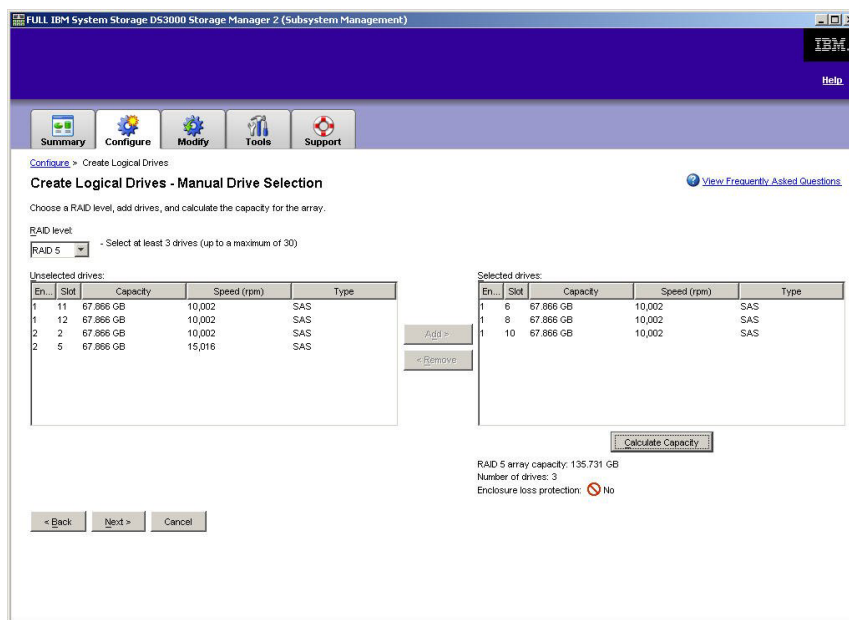

图 14. Manual Drive Selection 区域
8. 显示 **Manual Drive Selection** 区域时，如第 82 页的图 14 所示，选择 RAID 级别。从 **Unselected drives** 区域中选择驱动器，然后单击 **Add** 将它们移至 **Selected drives** 区域中。在 **Selected drives** 区域中，单击 **Calculate Capacity**，然后单击 **Next**。